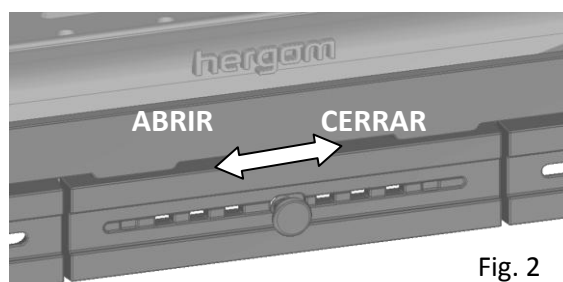

Fig. 2
La aportación de aire para la combustión se realiza a través de la válvula de aire primario. (Fig.2 y 3)
Una vez caliente el hogar debe procederse a regular la aportación de aire a la combustión (Fig. 2).
**Cuando instale una entrada de aire del exterior debe tener siempre la válvula de aire primario cerrada (Fig.2).**